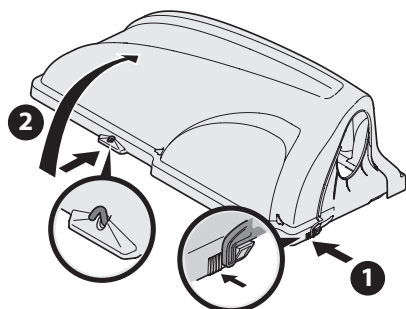

Figure 14
- Ouvrez le couvercle du bac récupérateur en pressant sur la patte arrière droite avec votre main droite (1) comme indiqué dans la Figure 14 et en soulevant le couvercle à partir du milieu avec votre main gauche (2).